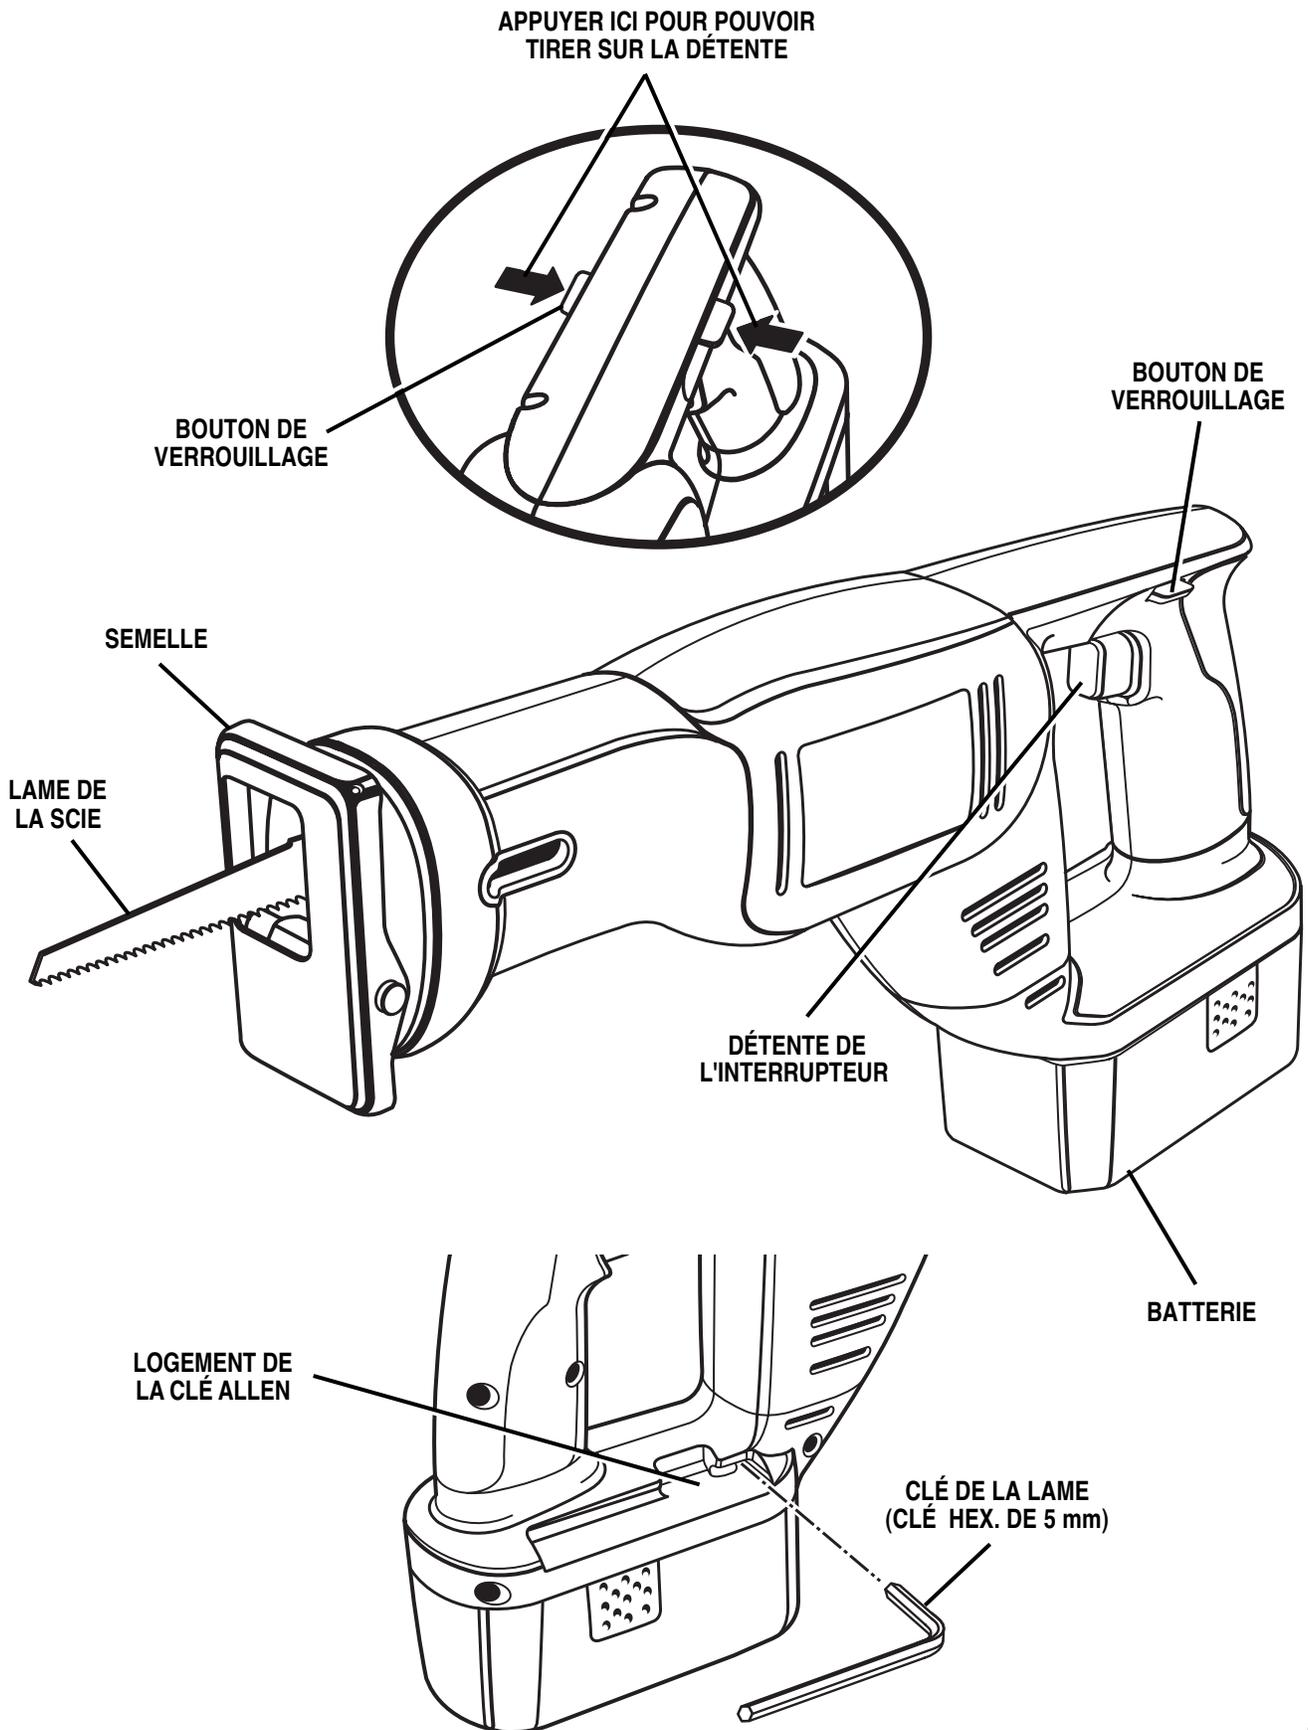

Fig. 1
Voir figure 1.
- Enlevez la clé de la lame fournie avec la scie de son logement. **Note:** Le logement de la clé est situé à la partie inférieure de la poignée de la scie. Voir figure 1.